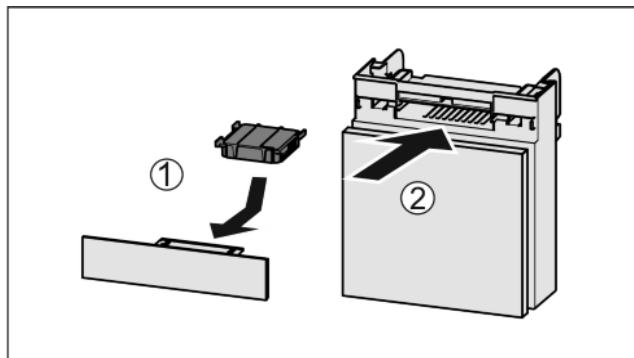

Fig. 54
- Vložte aktívny uhlíkový filter podľa obrázka Fig. 54 (1).
- Zasuňte zásuvku Fig. 54 (2).